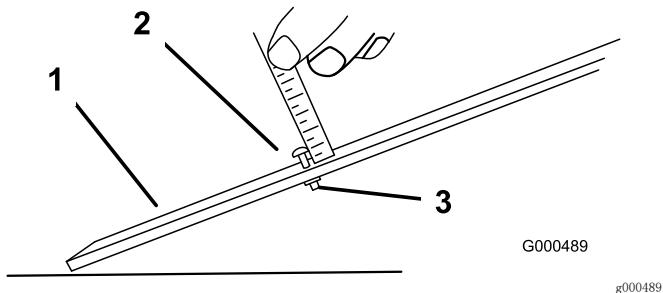

图13
1. 松开调刀尺上的螺母，并将调节螺丝设定为所需的剪草高度（图13）。